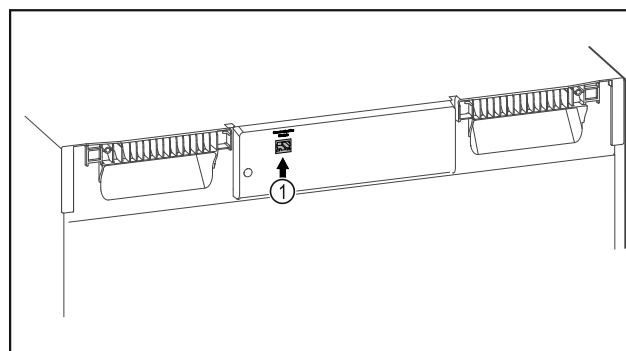

Fig. 89
- Vstavljen je SmartModule Fig. 89 (1).